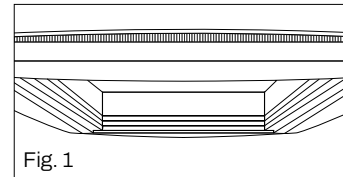
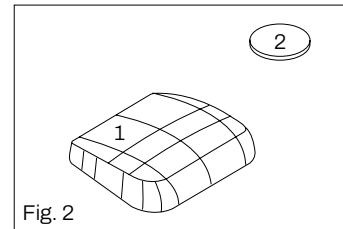

Fig. 1
Fig. 2
- Oberlichter mit Zwangsbelüftung (Abb. 1) oder Deckenventilatoren in Pilzform (Abb. 2) nicht mit Winterabdeckungen oder anderen Materialien abdecken.